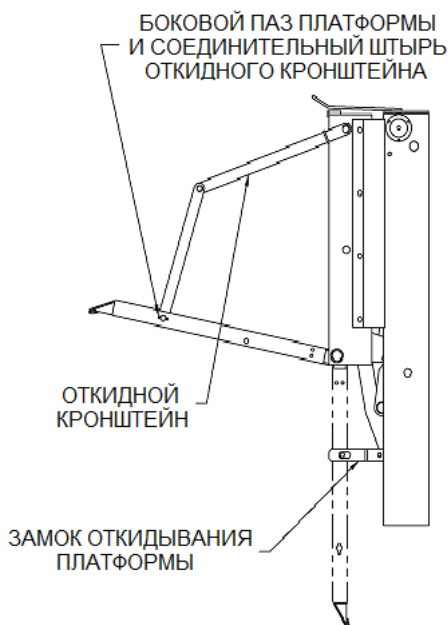

Рис. 9 – Откидывание платформы
1. Для откидывания платформы (Рис. 9):